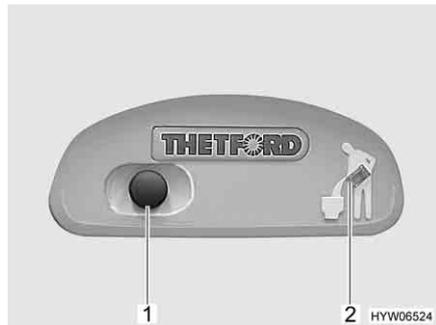
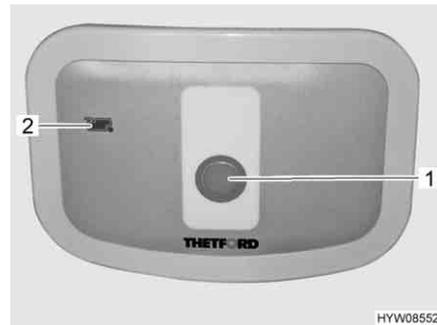

Bild 257 Spülknopf/Kontroll-Leuchte
Bild 258 Spülknopf/Kontroll-Leuchte
- Zum Spülen den blauen Spülknopf (Bild 257,1 bzw. Bild 258,1) drücken.
Die Kontroll-Leuchte (Bild 257,2 bzw. Bild 258,2) leuchtet, wenn der Fäkalientank entleert werden muss.